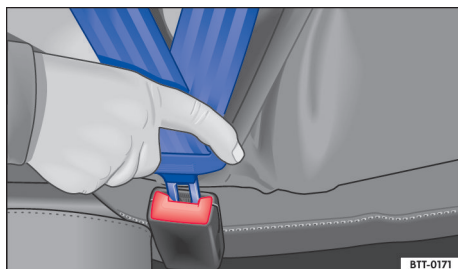

Fig. 33 Introduzir a lingueta do cinto de segurança no fecho do cinto de segurança.
- Introduzir a lingueta do fecho firmemente no fecho do cinto de segurança pertencente ao assento → Fig. 33.